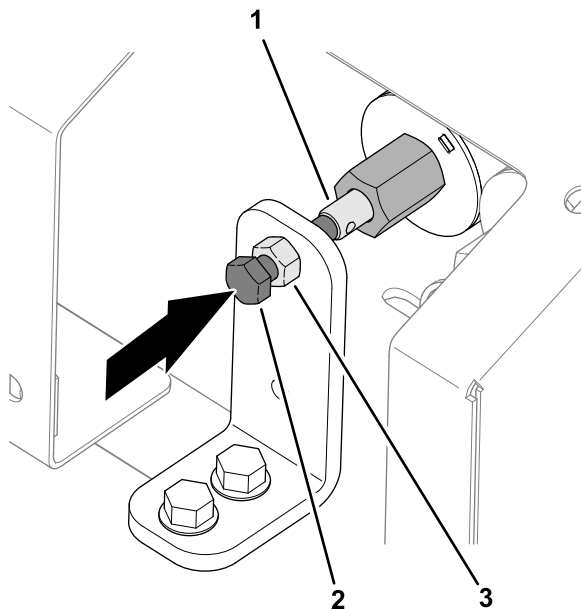

Figura 30
1. Desaperte a porca de retenção no suporte de sobreposição manual (Figura 30).
2. Rode o parafuso de cabeça sextavada da sobreposição da válvula no sentido dos ponteiros do relógio para aumentar a velocidade de deslocação (Figura 30).